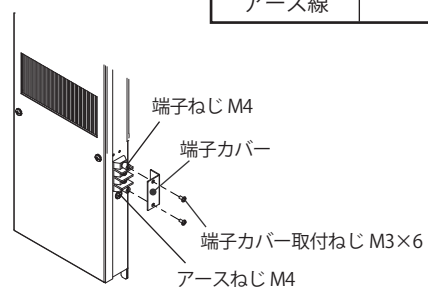

図10 端子台カバー取付
2. 付属の端子カバー取付ねじ M3×6 にて、端子カバーを取付けてください。(図 10)